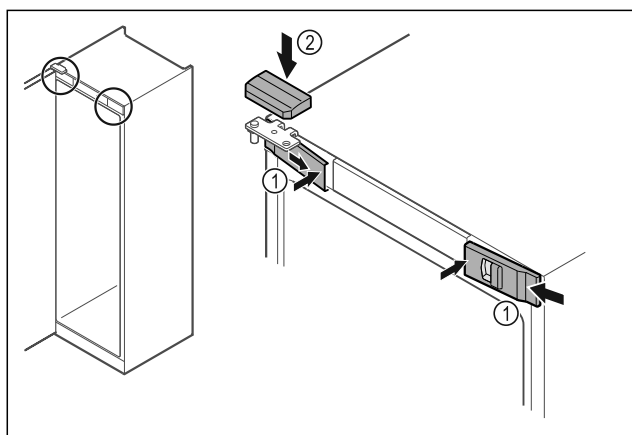

Fig. 50 *
- Accrocher les caches avant Fig. 50 (1) par les côtés et les enclencher en appuyant sur l'intérieur.*
- Insérer le cache supérieur Fig. 50 (2) par le haut.*